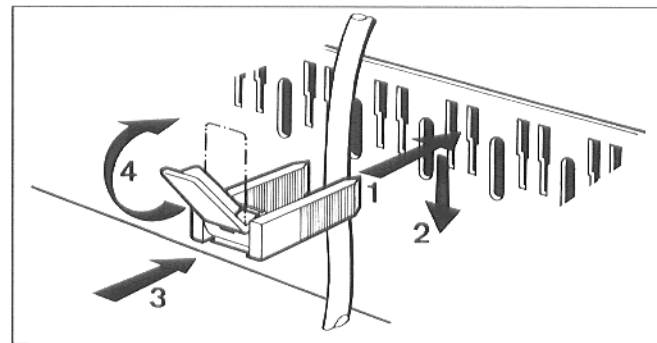

Рис. 43 – деталь "А" – зажим
- Зажим, для крепления кабеля с вложенным проводом, вставить сверху в шлицы рамы зажимов; при этом ребро рычажка должно показывать вверх. Передвинуть зажим для крепления кабеля вниз, вдавливая его при этом. Рычажок переставить вверх (рис. 43).